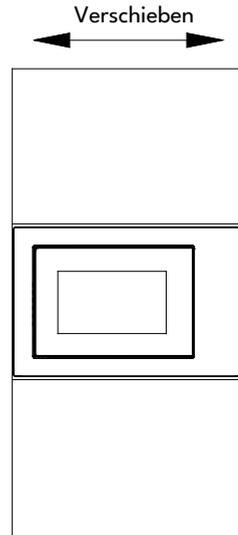

Abb.3
c) Bewegen Sie das Produkt in Pfeilrichtung parallel im Küchenschrank und halten Sie es zentriert. (Abb.3)